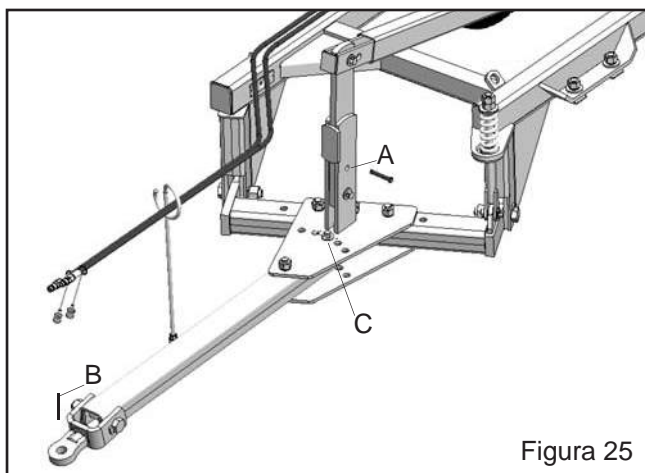

Figura 25
c)Movimente o comando hidráulico do trator para o acionamento do cilindro hidráulico da rodagem, abaixando os pneus até coincidir o furo da placa de fixação da barra estabilizadora com a chapa de regulagem superior, coloque a seguir o pino trava no furo "A" (Figura 25);
•Mantenha a barra de tração do trator fixa no furo central "C" (Figura 25) para o transporte da grade.